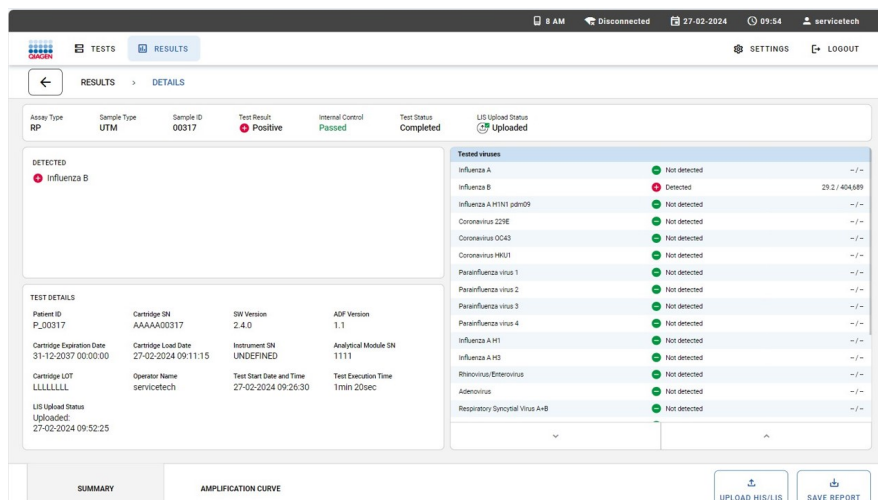

Bild 79. Överföra ett testresultat till HIS/LIS manuellt.
3. För att ladda upp resultatet, tryck på knappen **UPLOAD HIS/LIS** (LADDA UPP TILLI HIS/LIS) i undermenyfältet (Bild 79).